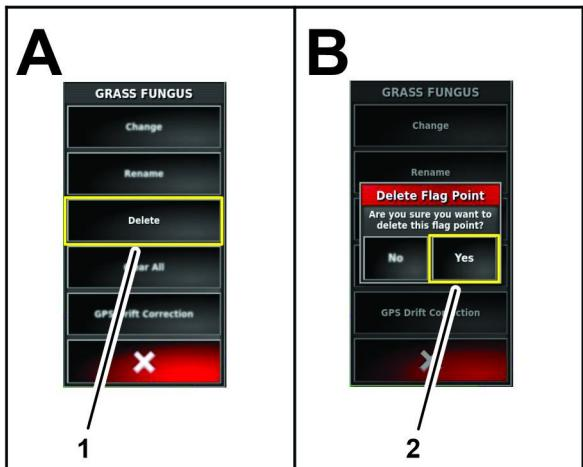

图 85
- 在编辑标志旗菜单中按删除图标图 85。
- 在删除标志旗点对话框中按是图标图 85。